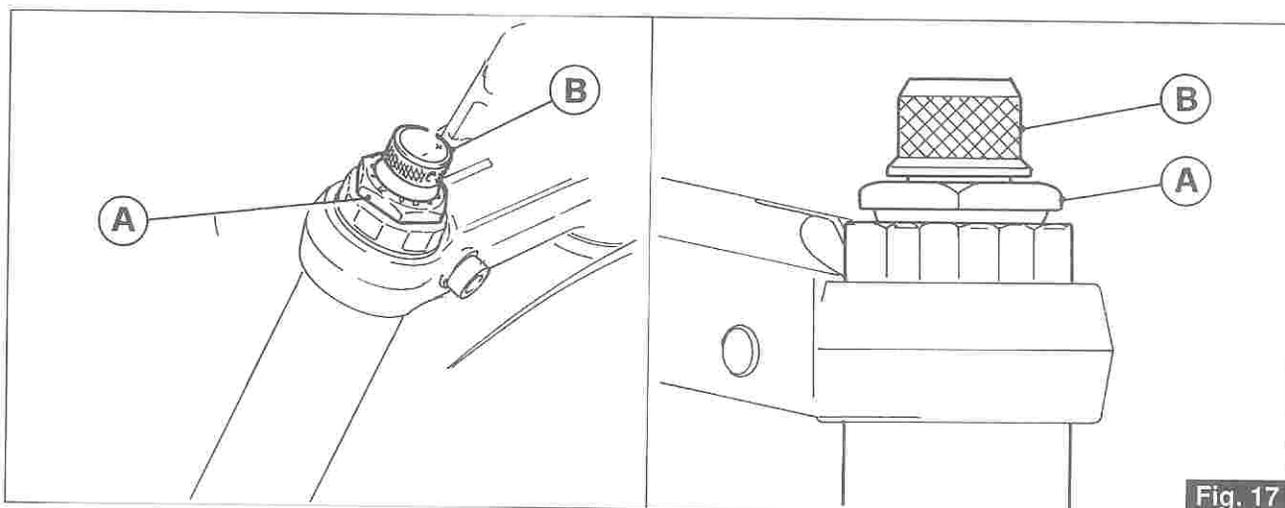

Fig. 17
**Registrazione forcella telescopica regolabile (fig. 17)**
**Adjustable telescopic fork setting (fig. 17)**